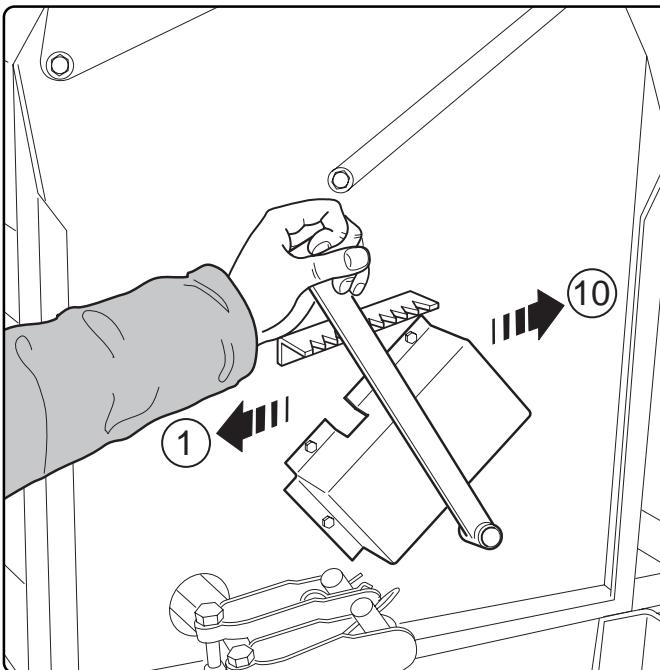
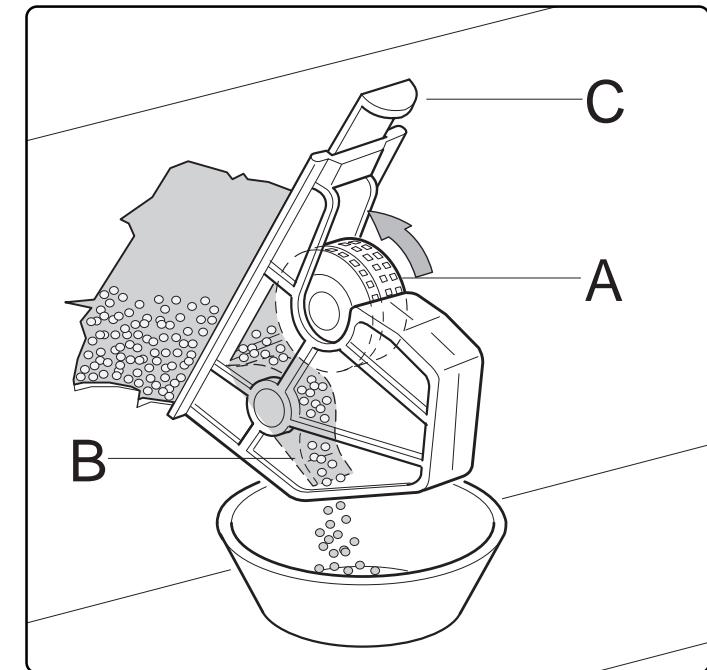
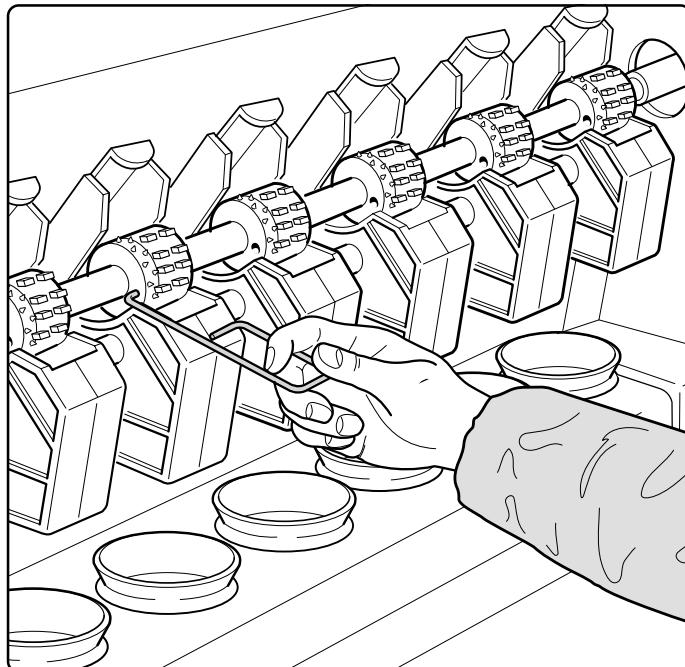
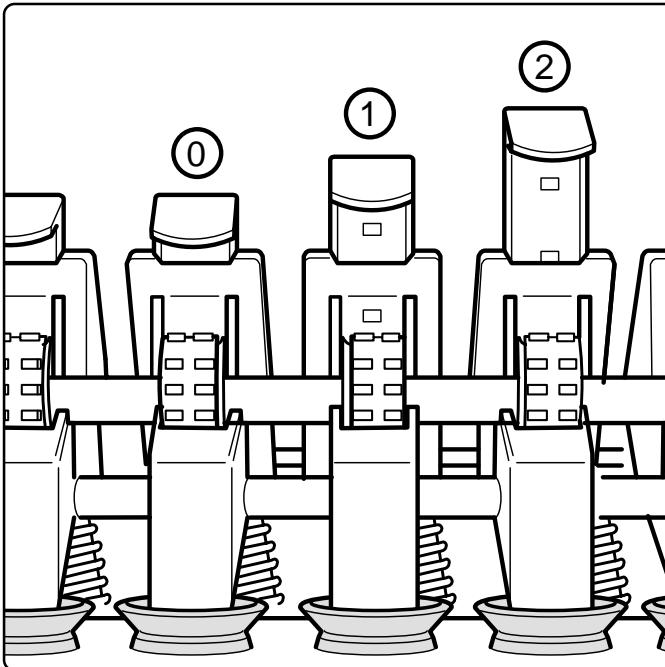

Fig. 16
Fig. 17
Fig. 18
Fig. 19
La leva di regolazione dei tastatori (Fig.16) è posizionata sul lato sinistro della macchina e agisce su una scala graduata da 1 a 10 posizioni. In relazione al tipo di seme utilizzato, è necessario posizionare la leva in base al numero rilevato dalla tabella di semina.
*The feeler pin adjustment lever (Fig. 16) is positioned on the left side of the machine and works according to a graduated scale that runs from 1 - 10 settings. The lever must be set to the number indicated by the sowing table on the basis of the type of seed to be sown.*
Der Einstellhebel der Taster (Abb. 16) ist auf der linken Seite der Maschine angeordnet und wirkt auf einer Stufen-skala mit 1 bis 10 Stellungen. Je nach verwendetem Samentyp muß der Hebel auf der Basis der der Saatgut-tabelle entnommenen Zahl positioniert werden. Befinden sich die Abtaster (B Abb. 17) in der richtigen Position, so gewähr-
*Le levier de réglage des tâteurs (Fig. 16) est situé sur le côté gauche de la machine et agit sur une échelle graduée de 1 à 10 positions. Il faut positionner le levier sur la base du numéro indiqué par le tableau d'ensemencement par rapport au type de graine utilisé. S'ils sont positionnés correcte-*
*La palanca de regulación de los palpadores (Fig. 16) se encuentra en el flanco izquierdo de la máquina y actúa sobre una escala graduada de entre 1 y 10 posiciones. En relación al tipo de semilla que se utiliza, se deberá situar la palanca en base al número apuntado en la tabla de siembra. Los*
I tastatori (B Fig. 17) correttamente posizionati assicurano una distribuzione fluida e costante dei semi.
In base al tipo di semente è necessario prima di iniziare la semina scegliere il tipo di rullo distributore più adatto (A Fig. 17).
Per la selezione del rullo a denti piccoli è necessario inserire la chiave in dotazione nel foro sul lato sinistro del rullo e spingere all'esterno il fermo di trascinamento (Fig. 18).
Le lame di chiusura bocchette (C Fig. 17) di uscita del seme dalla tramoggia, hanno **tre posizioni di regolazione** (Fig. 19):
If the feelers (B Fig. 17) are correctly positioned, they assure a fluid and constant distribution of the seeds.
The most appropriate type of seed distributor roller must be selected prior to sowing on the basis of the type of seed being planted (A Fig. 17).
Which is selected by inserting the key supplied (Fig. 18) into the slot on the left side of the roller and push the drag retainer all the way out.
The discharge mouth closing blades (C Fig. 17) for the discharging of the seeds from the hopper, have **three adjustment positions** (Fig. 19):
Je nach Saatgut muß vor der Aussaat der geeignete Särollentyp (A Abb. 17) gewählt werden. Die Maschine verfügt über Walzen für normales und grobes Saatgut. Zum Säen von feinem Saatgut ist der Bereich der Verteilerwalze mit der engeren Zahnung zu verwenden. Zur Auswahl der Rolle mit kleinen Zähnen muß der mitgelieferte Schlüssel (Abb. 18) in das Loch auf der linken Seite der Rolle eingesetzt werden und die Schubsperrung muß nach außen gedrückt werden.
Die blätter zum Verschluß (C Fig. 17) der Samenausgangsstützen des Trichters **haben drei Einstell-positionen** (Abb. 19).
ment, les tâteurs (B Fig. 17) garantissent une distribution fluide et constante des graines.
Avant le début de l'ensemencement, il faut choisir le rouleau distributeur le plus adéquat sur la base du type de semence (A Fig. 17).
Pour la sélection du rouleau à petites dents il faut insérer la clef fournie avec la machine (Fig. 18) dans le trou sur le côté gauche du rouleau et pousser à l'extérieur l'arrêt d'entraînement.
Les lames pour la fermeture des goulets de sortie des graines de trémie (C Fig. 17) **ont trois positions de réglage** (Fig. 19):
palpadores (B fig. 17) colocados correctamente aseguran una distribución fluida y constante de las semillas.
Antes de comenzar la siembra, en base al tipo de semilla, habrá que elegir el tipo de rodillo de distribución más adecuado (A Fig. 17). La máquina está predisposta con los rodillos para semillas normales y grandes.
Para la siembra de semillas pequeñas, es necesario utilizar el sector del rodillo distribuidor de dientes pequeños. Para la selección del rodillo de dientes pequeños se deberá insertar la llave en dotación (Fig. 18) en el agujero puesto en el flanco izquierdo del rodillo y empujar hacia el exterior el sujetador de arrastre. Para volver a colocar el rodillo en la posición inicial, efectuar la operación inversa.
Las planchas de cierre de las bocas (C Fig. 17) de salida de las semillas de la tolva tienen tres posiciones de regulación (Fig. 19):